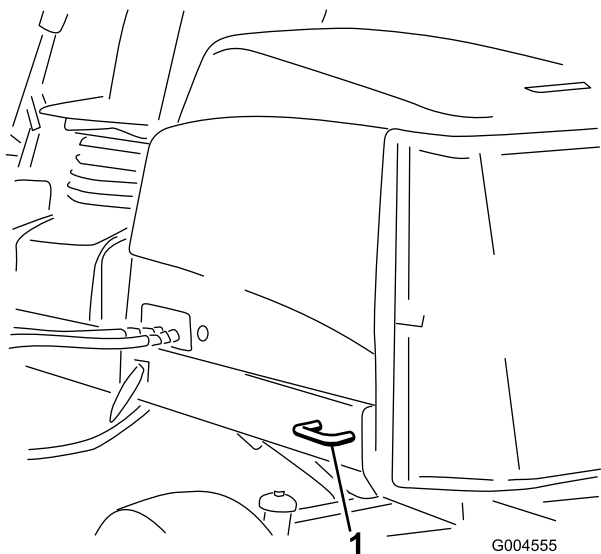

Figure 38
- Arrière – chaque côté de la machine sur le cadre arrière (Figure 38).